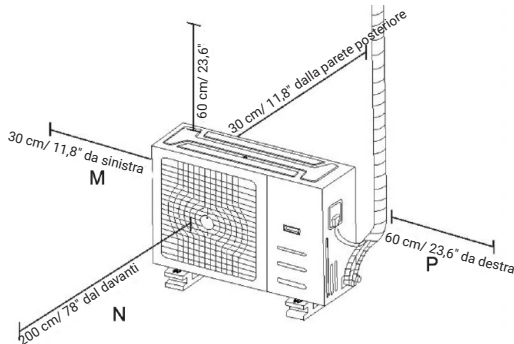

Fig. 5.8
**NOTA:** La distanza minima tra l'unità esterna e le pareti indicata nella guida all'installazione non si applica alle stanze ermetiche. Assicurarsi di mantenere l'unità libera da ostacoli in almeno due delle tre direzioni (M, N, P). (Vedere la figura . 5.8).